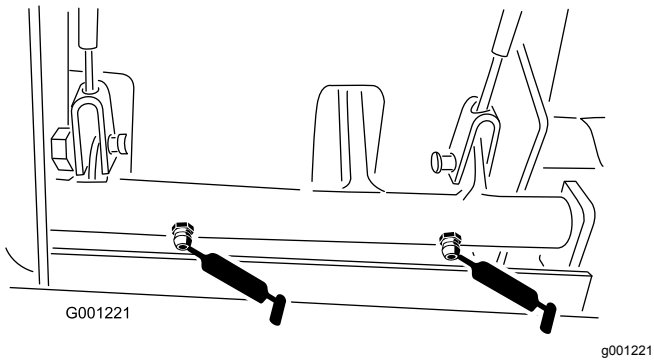

Figura 36
- Casquillos de pivote de los frenos (Figura 36)
- Cables de freno (extremos de la rueda motriz y del pedal de freno) (Figura 36)